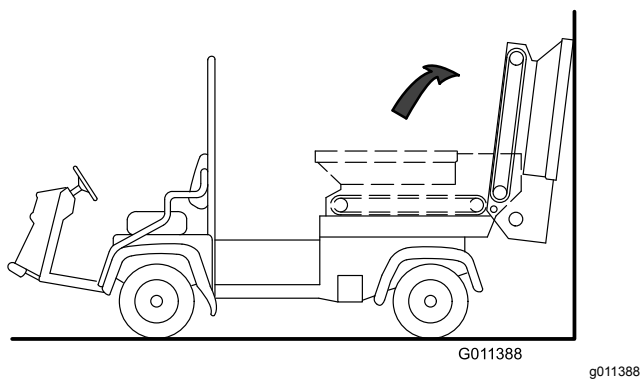

図 32
3. ホッパーを後方に立て掛ける壁、柱、梯子などを利用 図 32。
ホッパーは必ず垂直よりも後ろに傾けて壁などにもたれさせ、不意に落ちてくることがないようにしてください 図 32。
3. スライダフレーム上にホッパーを注意深く降ろす 図 32 スライダベッドを分解する (ページ 23) を参照。.